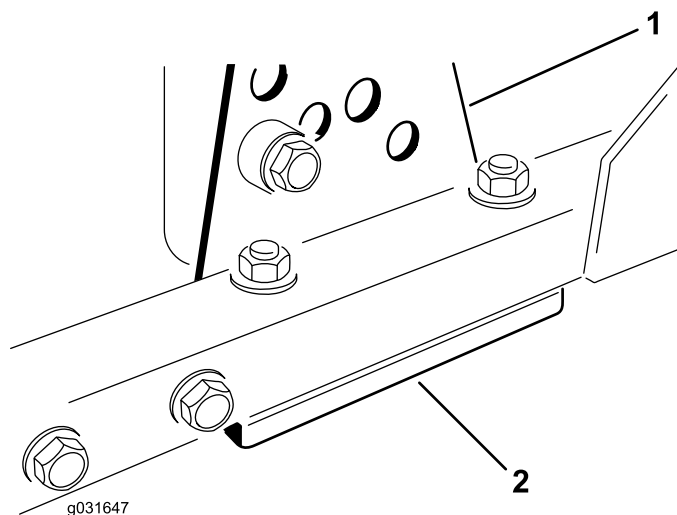

Figura 71
1. Retire el soporte de altura de corte (delantero, izquierdo o derecho) del bastidor de la unidad de corte (Figura 71).
- Coloque suplementos de 1,5 mm y/o 0,7 mm entre el bastidor de la unidad de corte y el soporte hasta lograr la altura de corte deseada (Figura 71).
- Instale el soporte de altura de corte en el bastidor de la unidad de corte con los suplementos restantes colocados debajo del soporte de altura de corte (Figura 71).